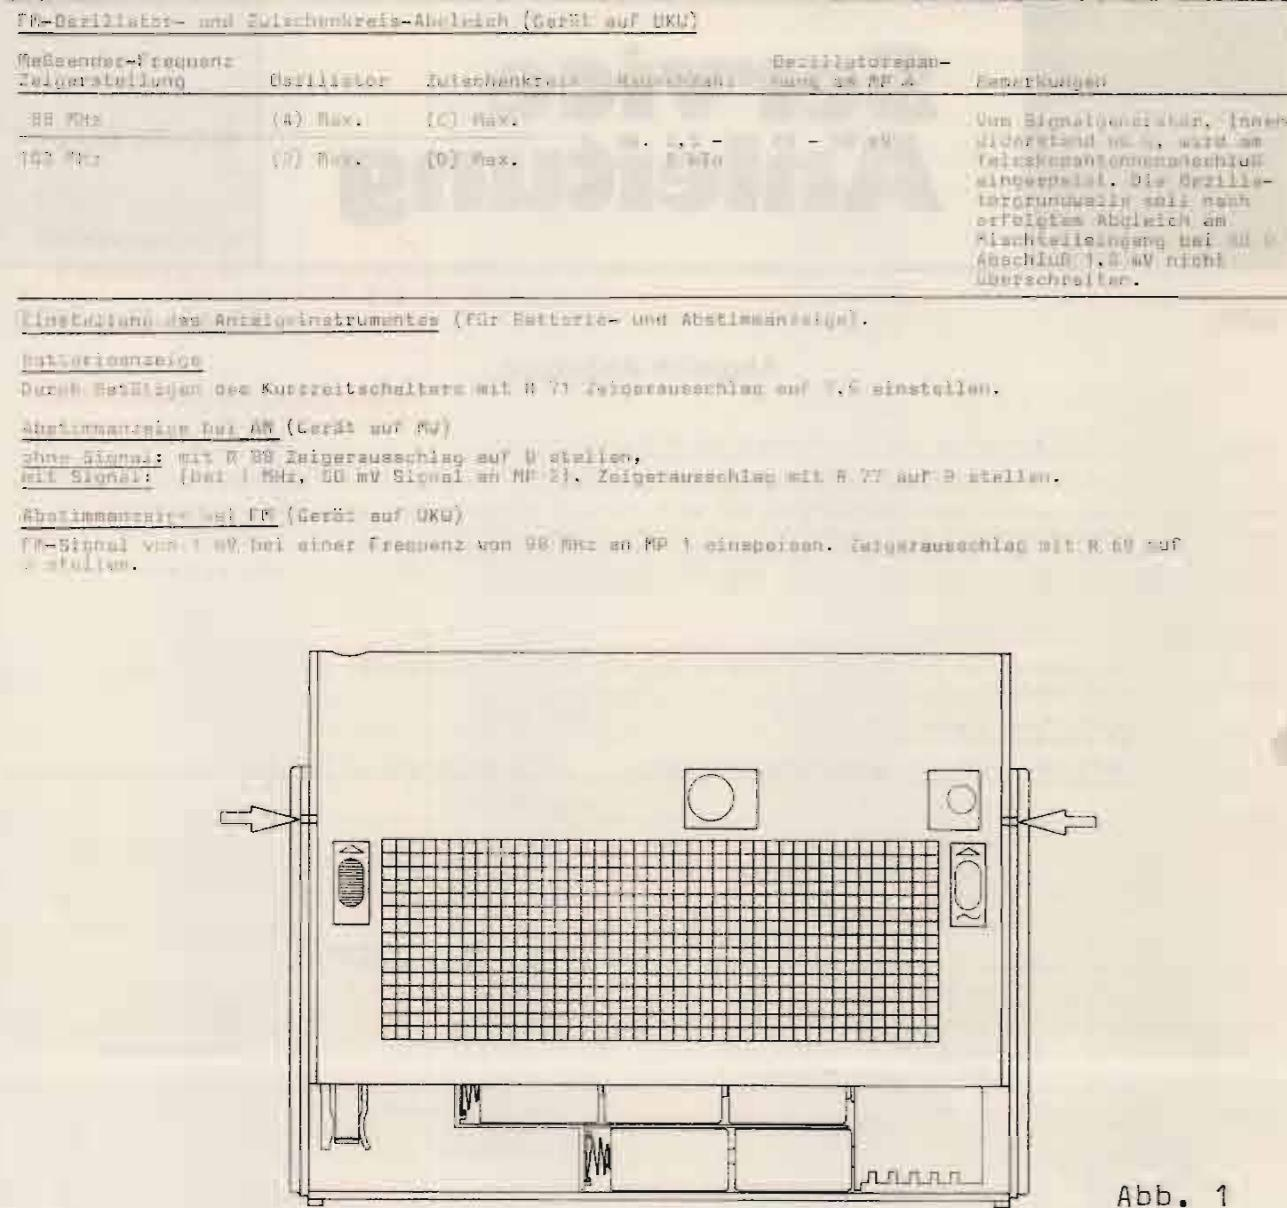

Abb. 1
- Gerät auf die Frontseite legen. Zum Entfernen der Rückwand diese hochschieben, bis sich die Markierungen auf Gehäuse und Rückwand decken (siehe Abb. 1).